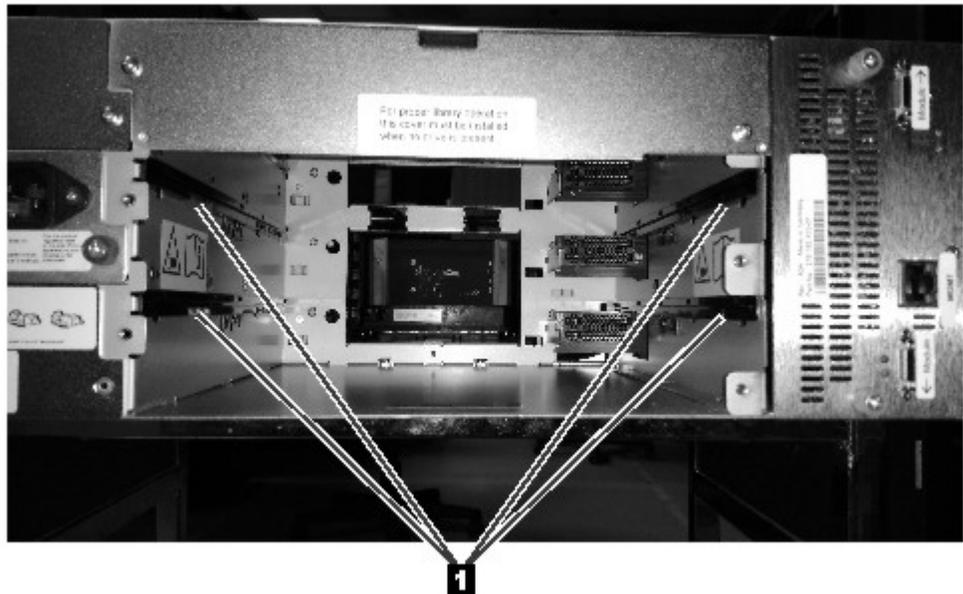

Figure 59. Rails d'alignement
- Alignez et insérez lentement la nouvelle unité de bande dans la baie d'unité le long des rails d'alignement (1 dans Figure 59, à la page 138) tout en soutenant l'ensemble de l'unité. L'unité de bande doit être alignée avec le panneau arrière de la bandothèque.